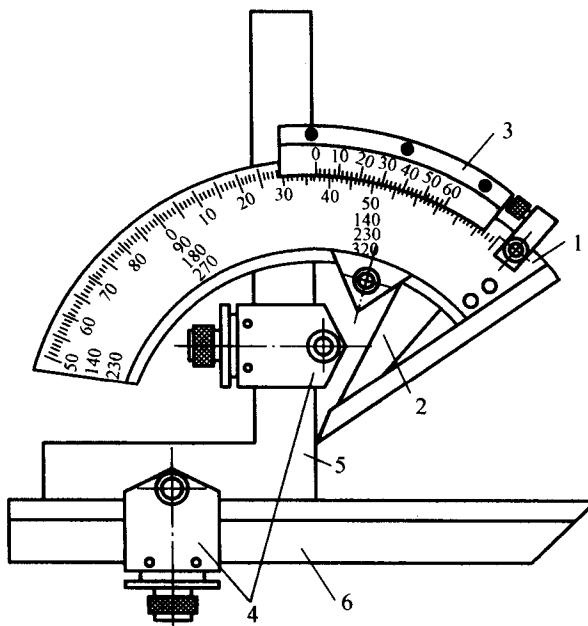

图 1-5 万能游标角度尺
(1) 万能游标角度尺的结构 万能游标角度尺主要由尺身、扇形板、基尺、游标、 90° 角尺和卡块等组成, 如图 1-5 所示。
(2) 万能游标角度尺的刻线原理 角度尺尺身刻线每格为 1° , 游标共有 30 个格, 等分 29° , 每格为 $29^\circ/30 = 58'$, 尺身 1 格和游标 1 格之差为 $1^\circ - 58' = 2'$, 因此它的测量精度为 $2'$ 。
(3) 万能游标角度尺的读数方法 万能游标角度尺的读数方法与游标卡尺的方法相似。先从尺身上读出游标零刻线前的整度数, 再从游标上读出角度数, 两者相加就是被测工件的角度数值。